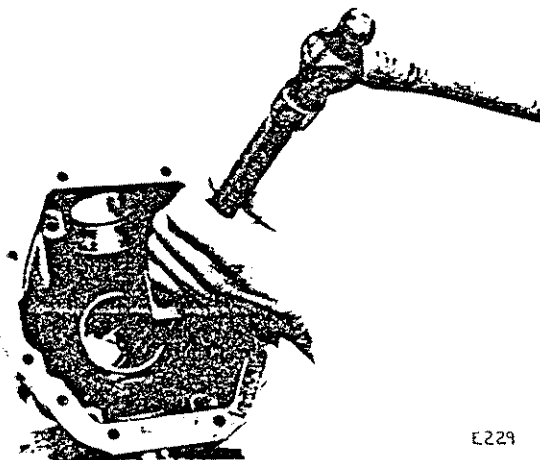

Abb. 76 Heraustreiben der Kegelradlager-Außenlaufringe
Den Simmerring (13) mit Außenlaufring (12) des vorderen Kegelradlagers, wie auf der Abb. 76 ersichtlich, heraustreiben. Den Außenlaufring (60) des Kegelradkopflagers gleichfalls heraustreiben und die Beilagscheiben (59) entfernen.